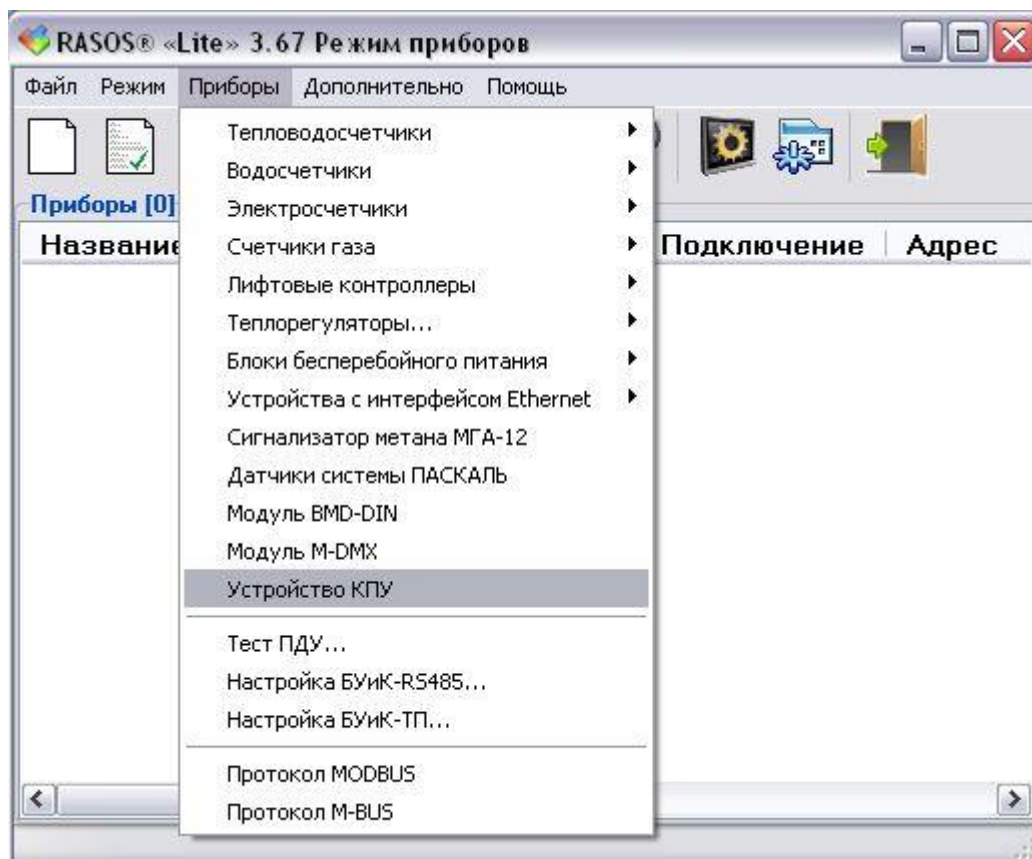

Рисунок 14 - Выбор КПУ в программе RASOS
14.2.1 Запустить программу RASOS. Переключить RASOS в режим «Приборы», выбрать вкладку «Приборы» и «Устройство КПУ» (рисунок 14).